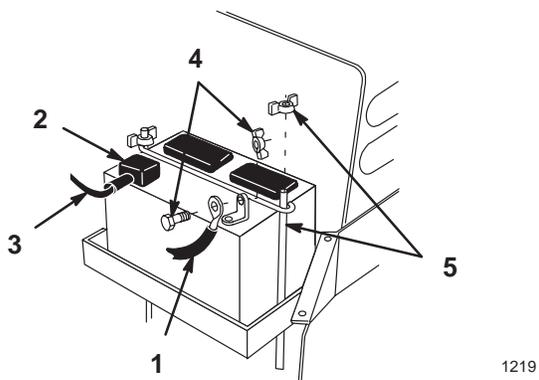

Figure 37
4. Déconnecter le fil négatif (noir) de mise à la masse de la borne négative de la batterie (Fig. 37).
5. Soulever le capuchon de caoutchouc et le glisser plus haut sur le fil positif (rouge). Déconnecter le fil positif (rouge) de la borne de la batterie (Fig. 37).
6. Déposer les tiges de maintien de la batterie (Fig. 37).
3. Connecter le fil positif (rouge) à la borne positive (+) de la batterie à l'aide du boulon et de l'écrou papillon (Fig. 37). Glisser le capuchon de caoutchouc sur la borne de la batterie.
4. Fixer la cosse du câble négatif (noir) à la borne négative (-) de la batterie à l'aide du boulon et de l'écrou papillon (Fig. 37).